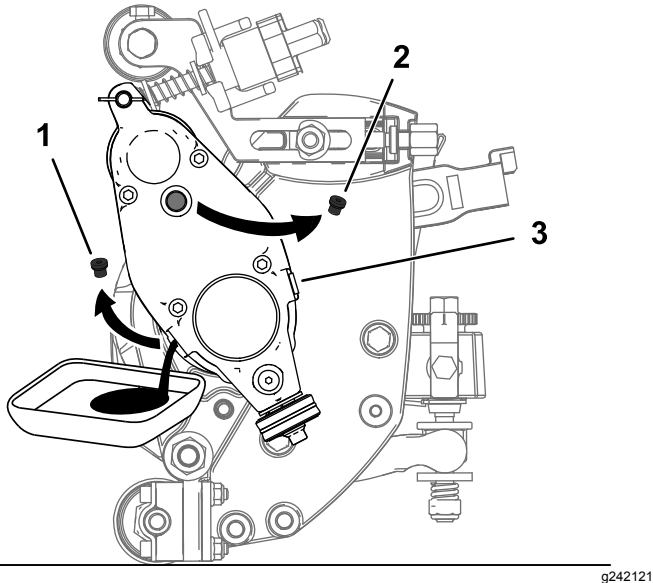

图26
5. 垂直倾斜滚刀直至排油口转向底面确保完全排净 图 26。